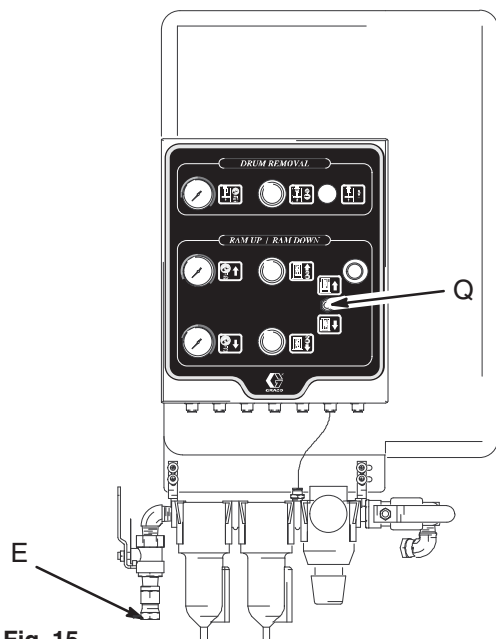

Fig. 15
1. Spostare la leva della valvola manuale del ram [(Q) in Fig. 15] su OFF. Interrompere l'alimentazione di aria al ram ed alla pompa.
Arresto di emergenza per il ram (Fig. 15):